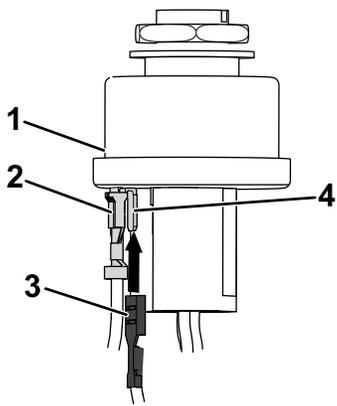

図 18
3. 機体のワイヤハーネスのスピード端子を、ハーネスアダプタのピギーバック端子に接続する 図 18。